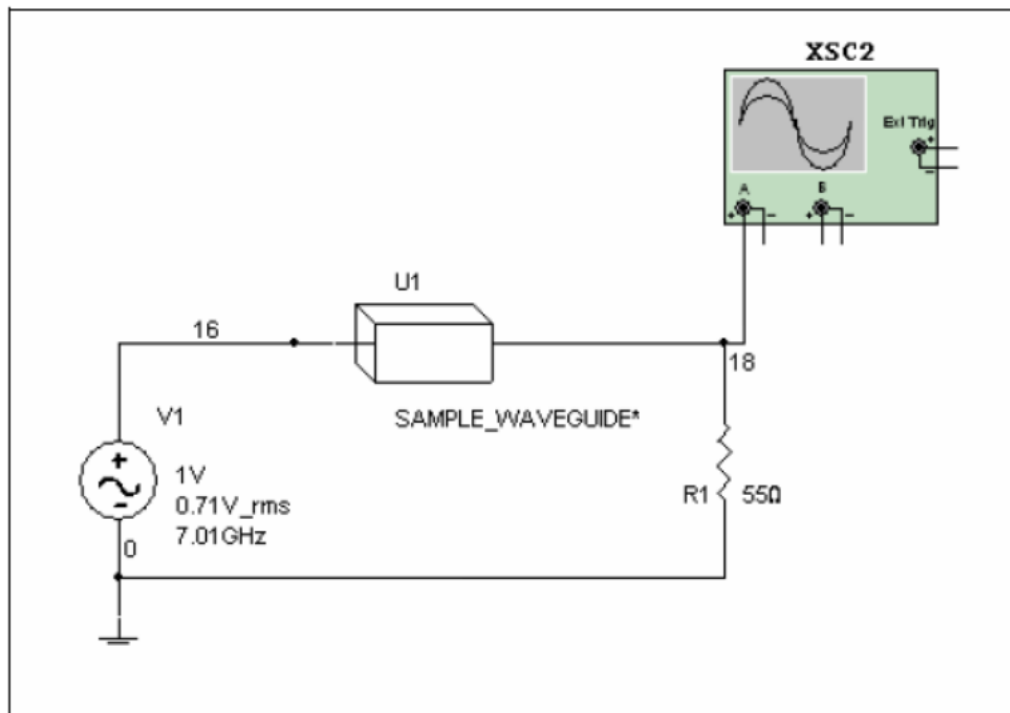

Рис.21-1. Пример работы волновода.
1. Соберите схему, изображенную на рис. 21-1.